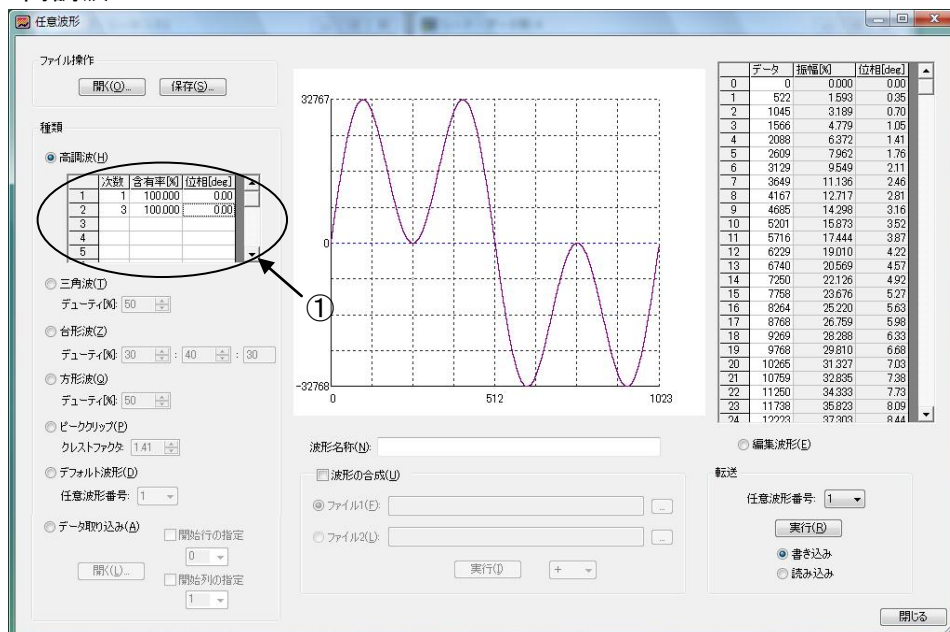

図 11-2 高調波の選択
シート上にて、「次数」、「含有率」、「位相」を入力します(図 11-2 の①)。